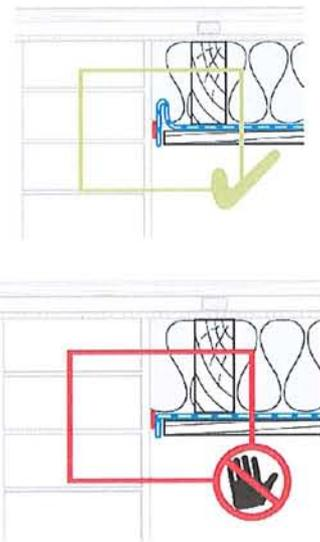

fig. 6 : Raccord au mur pignon maçonné non-enduit en respectant une boucle de dilatation
4.24 Raccord à un mur maçonné non-enduit (fig. 6 et fig. A.18)